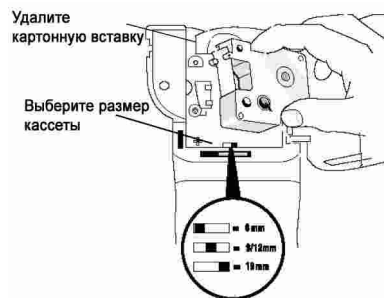

Рисунок 5
⚠ При первом использовании ленточного принтера необходимо удалить защитную картонную вставку, размещенную между печатающей головкой принтера и прижимным роликом (см. рисунок 5).
2. Установите регулятор на значение, соответствующее размеру кассеты с лентой (см. рисунок 5).